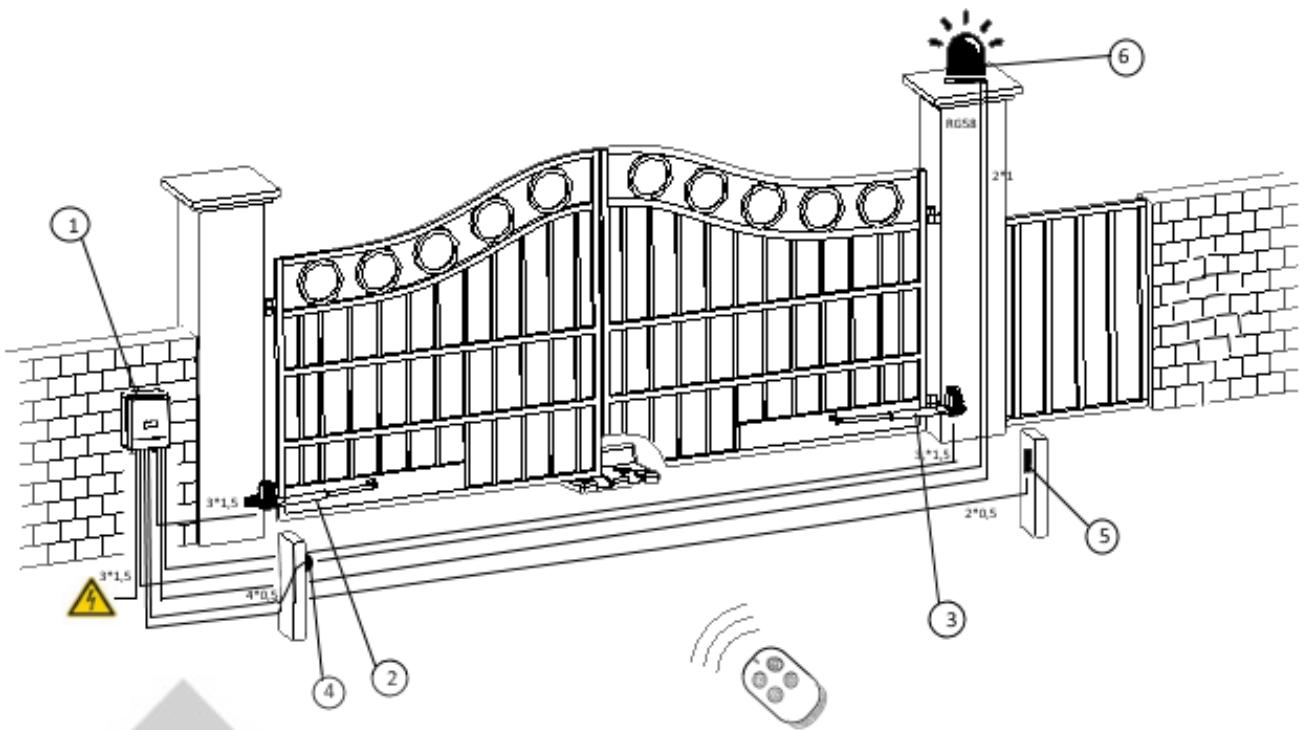

Рис.6
c) Проложите в соответствии с действующими нормами кабели в трубе ПВХ до мест, где предусмотрена установка различных компонентов. На примере типовой схемы (Рисунок 6) рекомендуется использовать кабели длиной не более 20 метров.